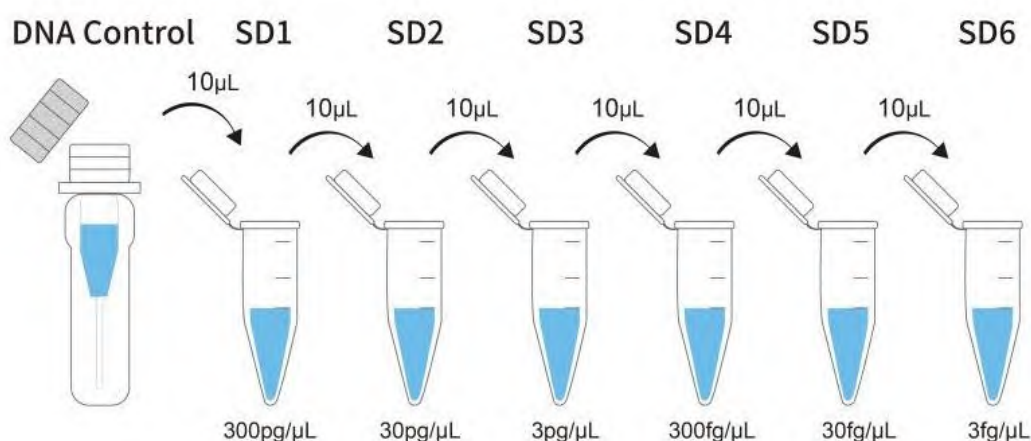

图 1: DNA 定量参考品(DNA Control)倍比稀释示意图
- 如图 1 所示：在低吸附离心管中加入 **90μL** 参考品稀释液 (Dilution Buffer) 和 **10μL** CHO DNA 定量参考品(DNA Control)稀释至 300pg/μL，充分振荡(20-30s)混匀后离心备用；按此方法继续依次 10 倍倍比稀释至 30pg/μL，3pg/μL，300fg/μL，30fg/μL，3fg/μL，**注意：每稀释 1 个梯度必须充分混匀后再向下稀释，保证稀释的均匀准确。**